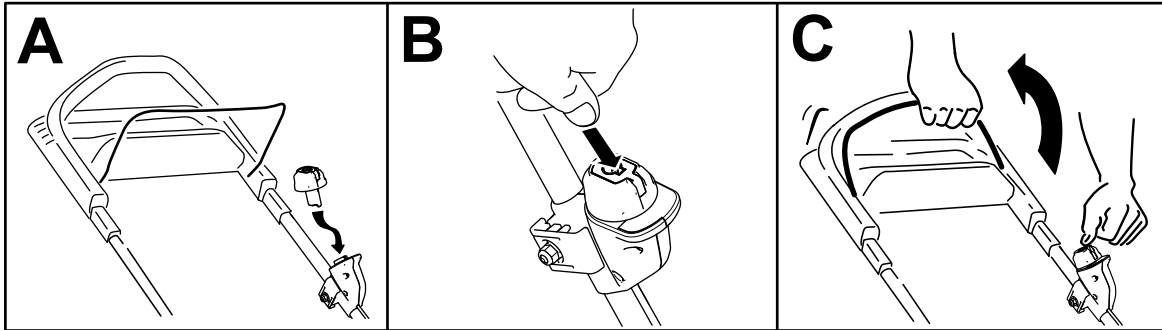

Figura 11
2. Introduzca el botón de arranque eléctrico en el interruptor de arranque eléctrico (Figura 11, A).
3. Pulse el botón de arranque eléctrico (Figura 11, B).
4. Apriete la barra de control de la cuchilla contra el manillar (Figura 11, C).